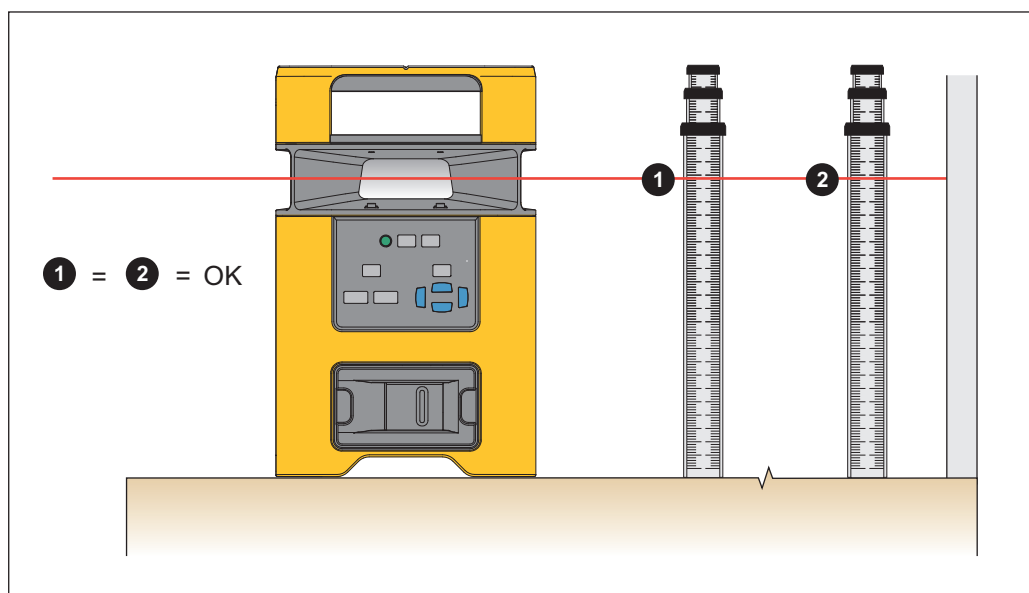

Figure 6. Mise à niveau d'élément existant
2. Mesurez la distance entre l'élément et le laser. Voir la figure 6.